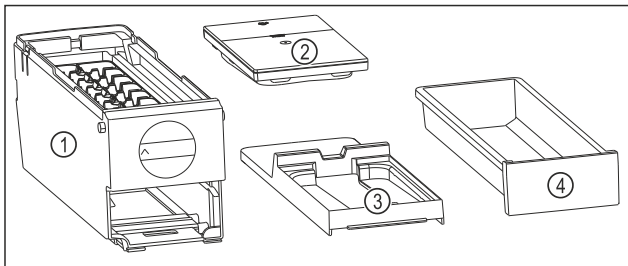

Fig. 145 Dele af EasyTwist-Ice
- EasyTwist-Ice er adskilt i fire dele. (se Fig. 145)
- EasyTwist-Ice må kun adskilles i de afbildede dele. (se Fig. 145)
- Rengør EasyTwist-Ice-legemet Fig. 145 (1) som en helhed.